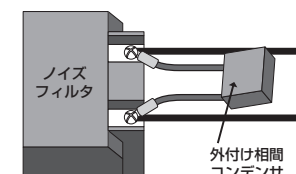

図6 外付け相間コンデンサ接続例
- ・相間に外付けコンデンサを接続すると効果がある場合(図6)、ノーマルモードノイズが原因と推測できます。
- ・外付け相間コンデンサを使った対策では追加部品の手配や固定方法など機構変更の問題があります(図6)。